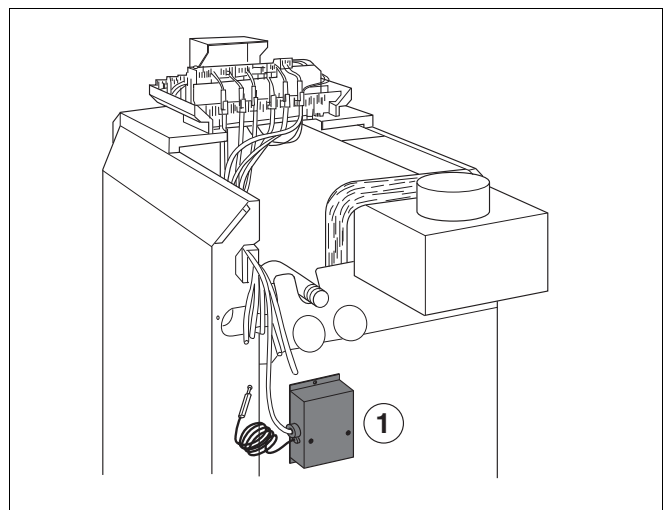

Abb. 2 Position Steuergerät G124 X - bzw. Gaz 5000F - 28 / 32
- ▶ Steuergerät der Abgasüberwachung mit zwei beiliegenden Blechschrauben anschrauben (Abb. 2 bis 5).